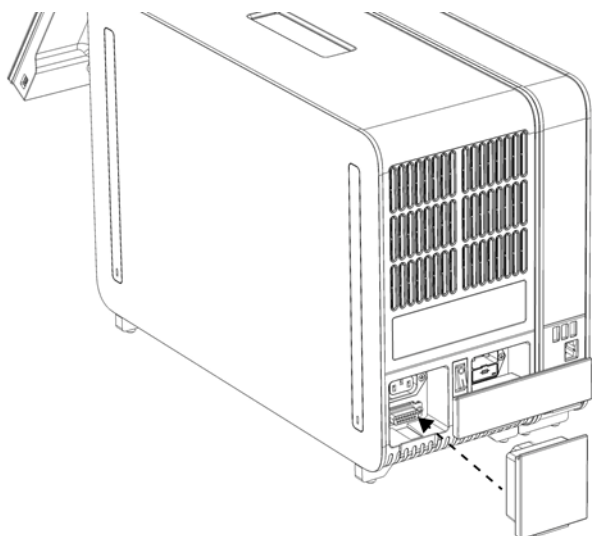

図9.ターミネーションブリッジを接続。
6. 解析モジュールの背面にターミネーションブリッジを接続します（図9）。